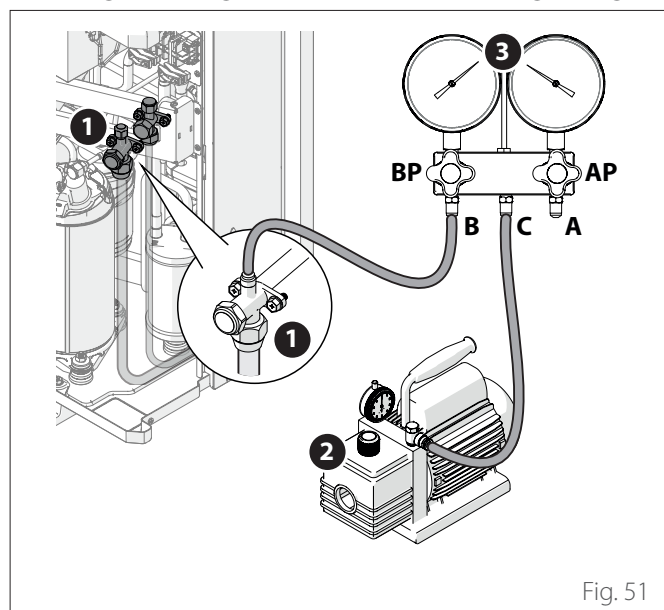

Fig. 51
- Ligar as tubagens conforme indicado na figura "Fig. 51".
- Abra ligeiramente durante alguns segundos a válvula de corte (1) e volte a fechá-la ("Fig. 51").